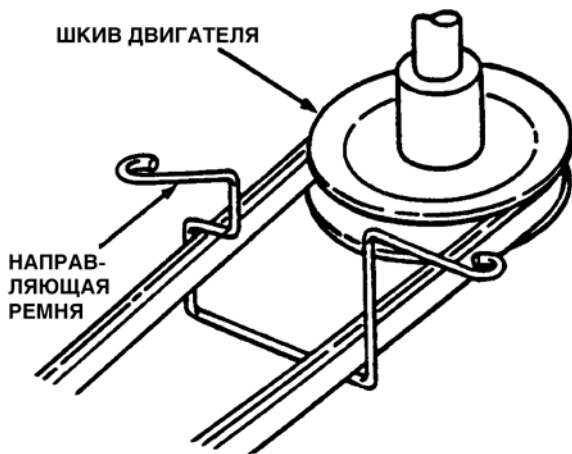

Рис. 4.13
4. Проденьте новый ремень через направляющую ремня к шкиву двигателя. См. рис. 4.13.